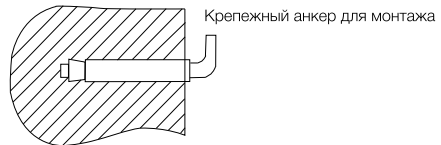

Рис. 2.
2. После выбора места монтажа определите места под два крепежных болта с крюками (в зависимости от спецификаций выбранного изделия). Прodelайте в стене два отверстия необходимой глубины с помощью сверла размером, соответствующим размеру крепежных болтов, вставьте винты, поверните крюк вверх, плотно затяните гайки, а затем установите на него электрический водонагреватель (см. рис. 2).